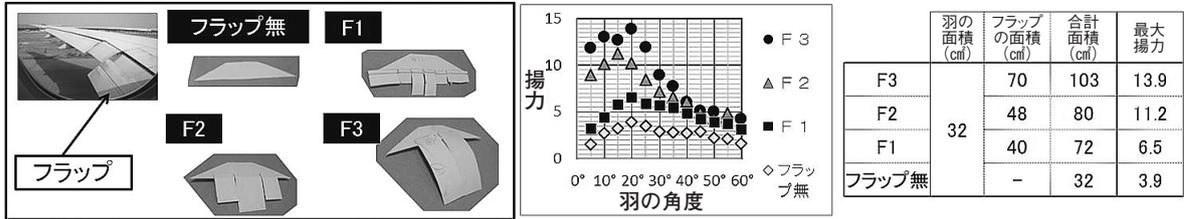

図6 フラップの実験
フラップは、飛行機が速度が遅い時に、揚力を増すための装置である。フラップの大きさや縦の長さで揚力がどう変わるかを調べた（図6）。①フラップが大きい方が揚力は大きくなった。②羽とフラップの合計面積は同じぐらいでも、フラップが縦長いF2の方がF1の2倍近くの揚力が出ている。つまりフラップは縦長い方が揚力は大きくなっている。